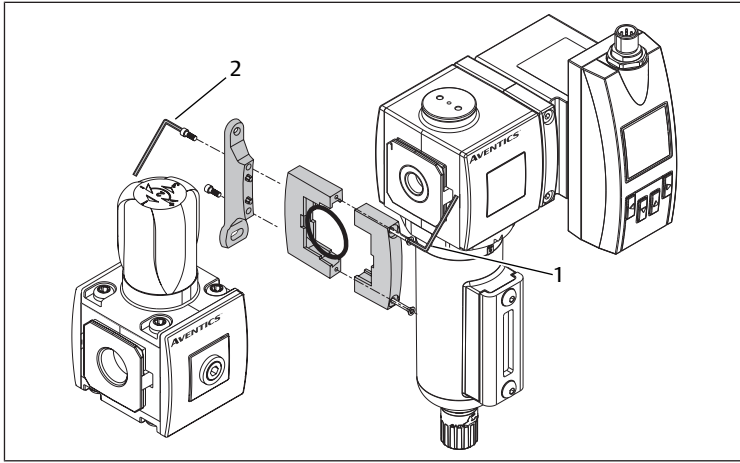

Bild 7: Montering med blockmonteringsatts
3. Montera produkten med blockmonteringsattsens. Se → Bild 7.